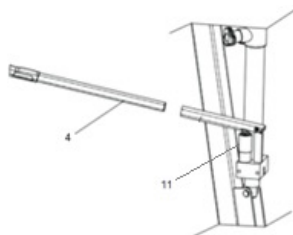

Fig. 6
1. Estrarre la maniglia e inserire il manico (4 – Fig.6) nel cilindro (11 – Fig.6), come illustrato di seguito.